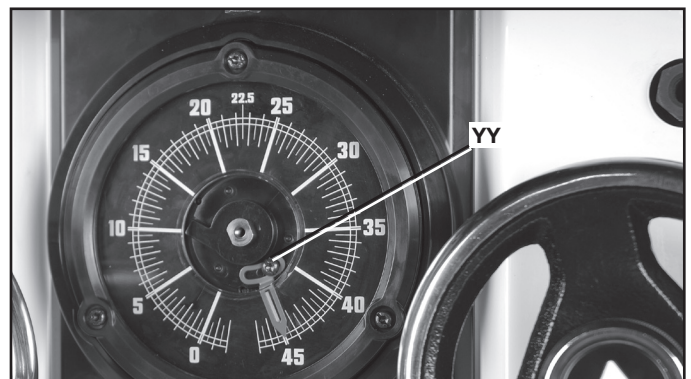

FIG. 45
3. Desajuste el tornillo del indicador del ángulo (YY), Fig. 45.